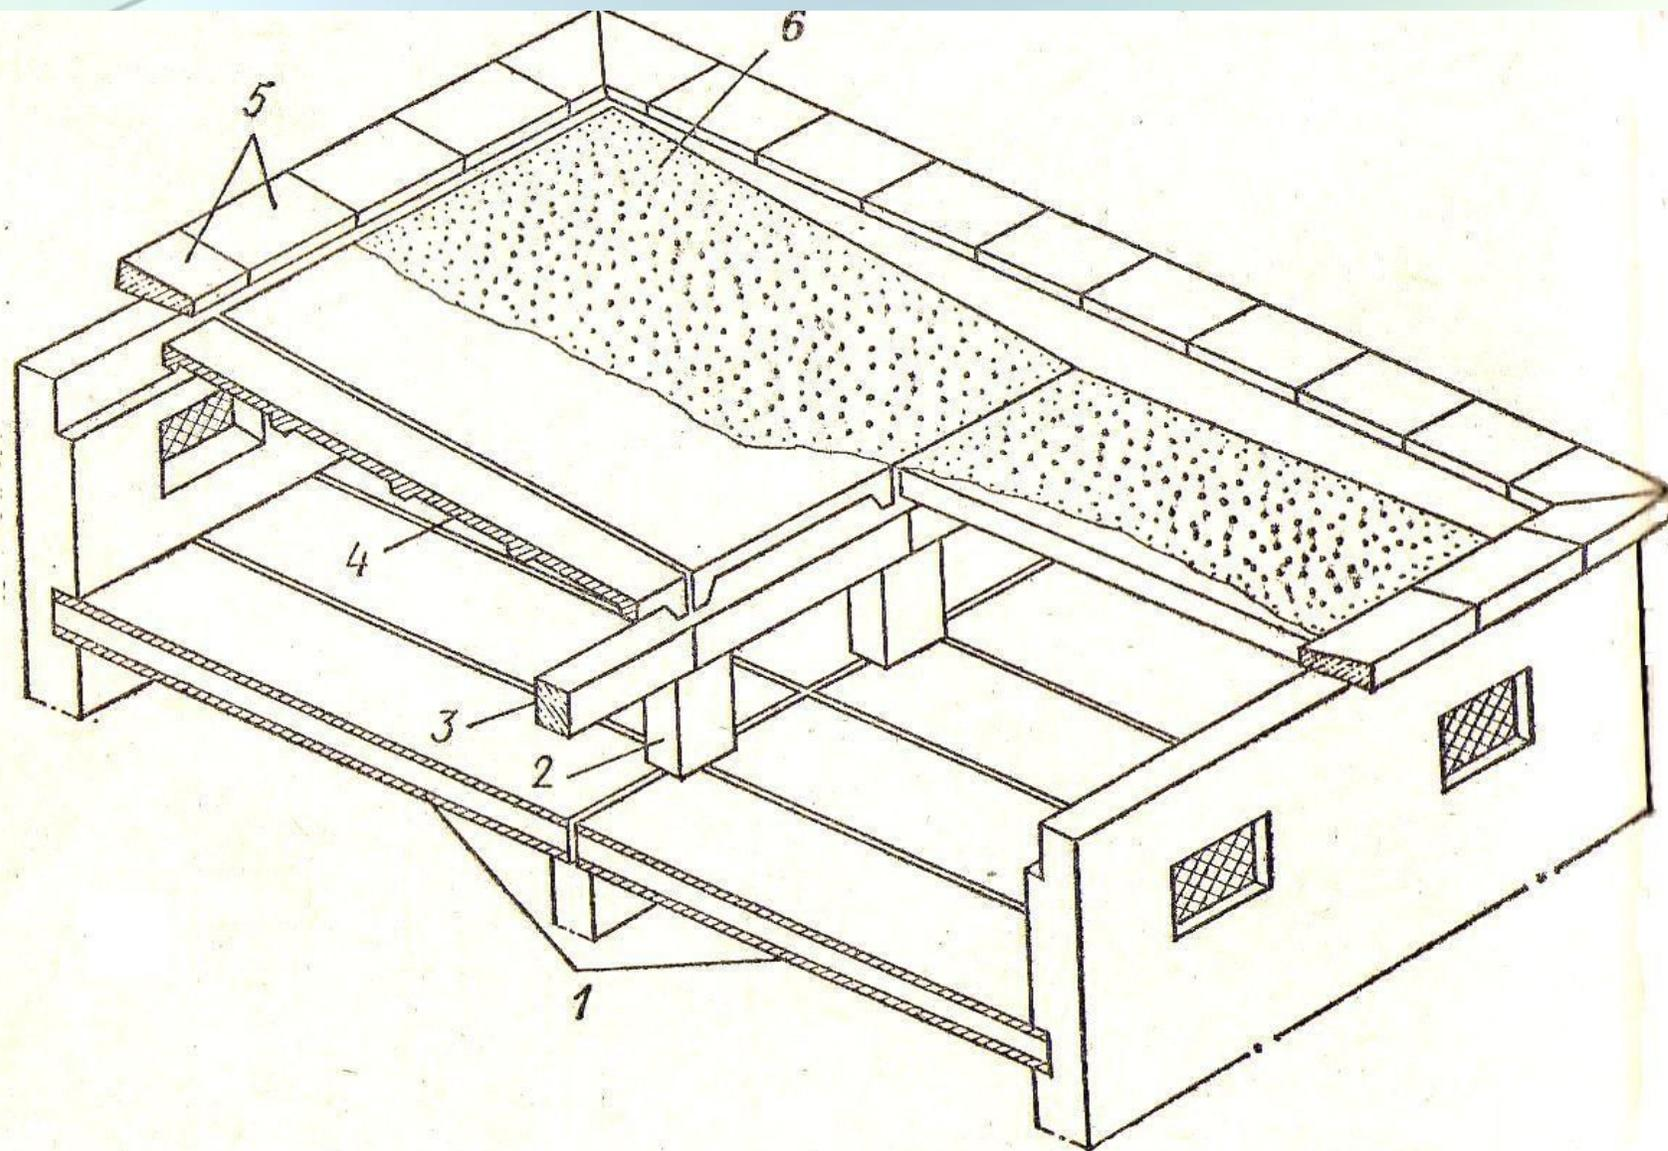

Рис. 1 . Сборная железобетонная крыша
- сборные железобетонные (Рис. 1) из конструкций и деталей заводско-1 го изготовления, широко применяемые в современных гражданских зданиях;
Более долговечными и огнестойкими являются несущие конструкции скатных крыш, выполненные из железобетона. На Рис. 1 показан пример решения скатной крыши, выполненной из железобетонных ребристых панелей с размерами 6,0 x 1,2 м и высотой продольного ребра 0,3 м.